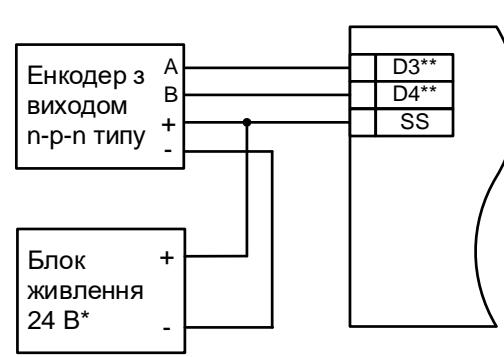

Рисунок 5.10 – Схема підключення енкодерів н-п-н типу
- AB енкодер типу n-p-n (див. рисунок 5.10).